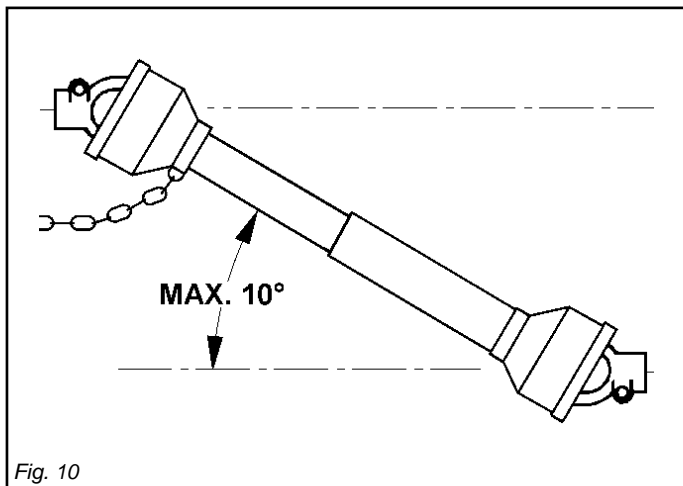

Fig. 10
- 43) Desactivar, siempre, la toma de fuerza cuando el árbol cardánico hace un ángulo demasiado abierto (nunca superar los 10 grados - Fig. 10) y cuando no la usamos.